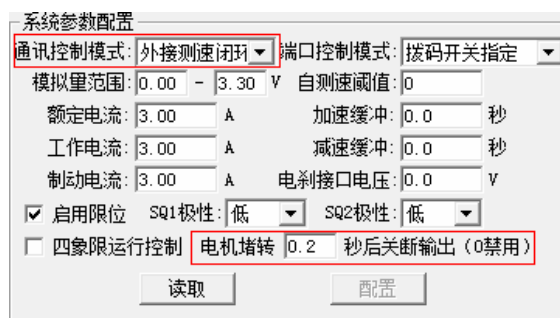

图 5.126 位置控制工作模式配置
- 4) 将通讯控制工作模式寄存器（0x0080）低字节配置为外接测速闭环（0x03）；若装置无限位开关，且使用堵转限位方式，还须将堵转停止时间寄存器（0x0081）配置为非零较小值，如图 5.126 所示。